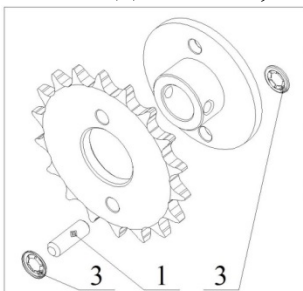

Рисунок 36.
- 5) Заменить разрушенный срезной штифт 1 (рис. 36) на штифт из комплекта запасных частей (рис.26, поз.6). Его следует установить в отверстие, которое расположено на большем радиусе от оси вращения муфты.
- 6) Срезной штифт зафиксировать с двух сторон стопорными шайбами (3) (рис. 36).